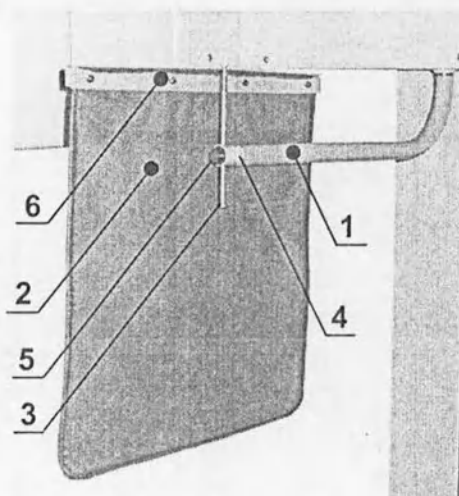

Рис. 2.13. Защитный экран нижний
Защитный экран представляет собой расположенную на кронштейне (рис.2.13, поз.1) шторку из просвинцованного полипропилена (рис.2.13, поз.2). Кронштейн свободно поворачивается в горизонтальной плоскости – придвигается к пациенту для съемки или отодвигается в сторону, когда в нем нет необходимости.
Регулировка экрана по высоте осуществляется за счет вертикального держателя (рис.2.13, поз.3). Для изменения высоты прикрытия экраном пациента необходимо:
- Указательный палец правой руки поместить в упор (рис.2.13, поз.4).
- Большой палец правой руки прижать к металлической кнопке на торце кронштейна (рис.2.13, поз.5).
- Левой рукой взяться за перекладину шторки экрана (рис.2.13, поз.6)